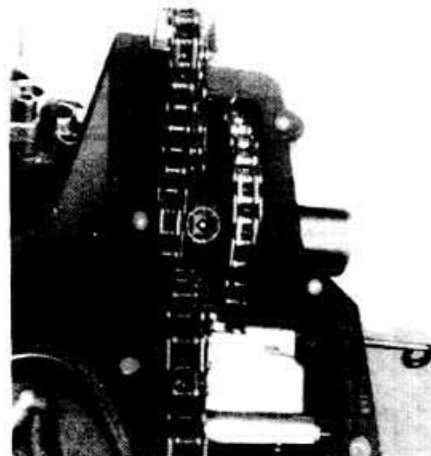

Рис. 3-28. В кружке показана метка на звездочке ТНВД
- Установить звездочки с надетыми на них цепями соответственно на коленчатый вал и вал ТНВД. При этом метка на звездочке ТНВД (рис. 3-28) должна быть обращена вверх. В противном случае повернуть коленчатый вал на один полный оборот.